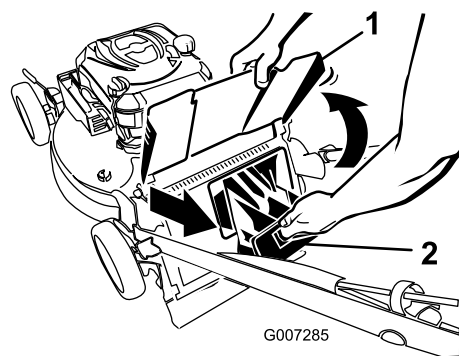

Рисунок 22
2. Поднимите и удерживайте в верхнем положении отражатель выброса (Рисунок 22).
3. Вытяните на себя заднюю выпускную заглушку (Рисунок 22).